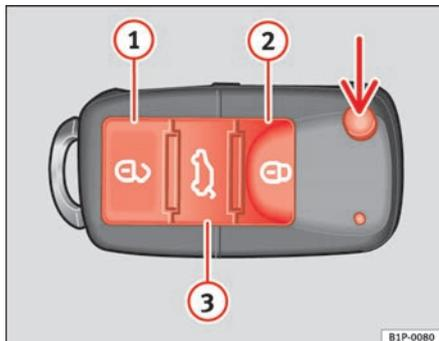
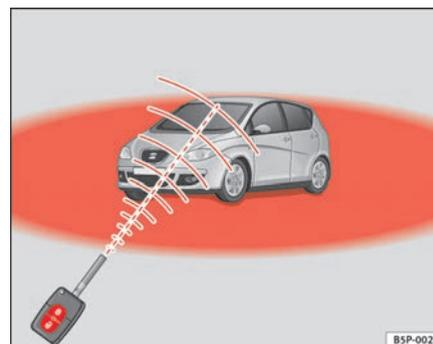

Fig. 64 Botões da chave com telecomando
Fig. 65 Rádio de acção do telecomando por rádio-frequência
Com a tecla ⇒ fig. 64 (seta) do comando, destranca-se o palhete da chave.
Destrancar o veículo ⇒ fig. 64 ①.
Trancagem do veículo ⇒ fig. 64 ②.
Destrancagem do porta-bagagens. Prima a tecla ⇒ fig. 64 ③ até que todos os indicadores de direcção do veículo pisquem durante breves segundos. Ao premir a tecla de destrancagem ③, dispõe de 2 minutos para abrir o porta-bagagens. Uma vez decorrido este tempo, será novamente trancado.
Além disso, o indicador luminoso da pilha da chave ⇒ fig. 64, começa a piscar.
Premindo uma vez a tecla ⇒ fig. 64 ①, apenas se abrirá a porta do condutor, permanecendo as restantes fechadas.
Premindo duas vezes o botão  ⇒ página 103, fig. 64 , todas as portas serão destrancadas.
- O telecomando por rádio-frequência só funciona, se se encontrar dentro do seu raio de acção ⇒ página 103, fig. 65 (superfície vermelha).
- Utilize as duas chaves que são entregues juntamente com o veículo, a chave com emissor de rádio-frequência e a chave convencional ⇒ página 103, fig. 64 ⇒ página 103, fig. 65.
- Destranque o veículo a partir da fechadura da porta do condutor ⇒ página 103, fig. 64 ⇒ página 103, fig. 65 com a chave com telecomando. ▶